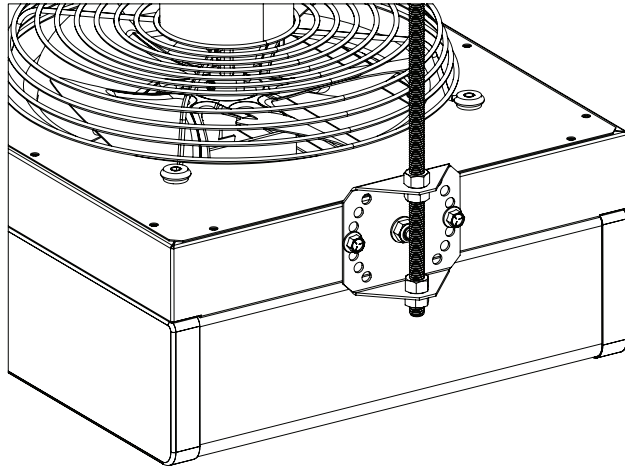

Figure 2. Support de suspension
Suspendez l'unité à l'aide de tiges filetées de 3/8 de pouce fournies sur place (la longueur maximale est de 10 pieds (3 mètres)) et d'écrous hexagonaux. Les tiges sont fixées à deux supports de suspension (voir **Figure 2**) qui sont expédiés avec l'unité dans le kit d'accessoires. Les supports de suspension peuvent être tournés dans l'une des six positions afin de monter l'unité à l'angle souhaité.
2. Retirez le capuchon en caoutchouc du goujon fileté de chaque côté de l'appareil et faites glisser le trou central des supports de suspension du kit d'accessoires sur les goujons - chaque goujon agit comme un pivot lors du réglage de l'angle du support. Installez les écrous hexagonaux de 5/16 de pouce (voir **Figure 2**) du kit d'accessoires sur les goujons pour fixer les supports.
3. Positionnez les supports de suspension à l'angle souhaité et fixez chaque support à l'aide de deux boulons de 1/4 de pouce (voir **Figure 2**) du kit d'accessoires installés dans les trous filetés sélectionnés de chaque support.
5. Insérez la tige dans le trou inférieur de chaque support de suspension et installez le quatrième écrou hexagonal fourni sur place. Ajustez les tiges/écrous à la hauteur de montage souhaitée et serrez tous les écrous hexagonaux contre les supports (voir **Figure 2**).